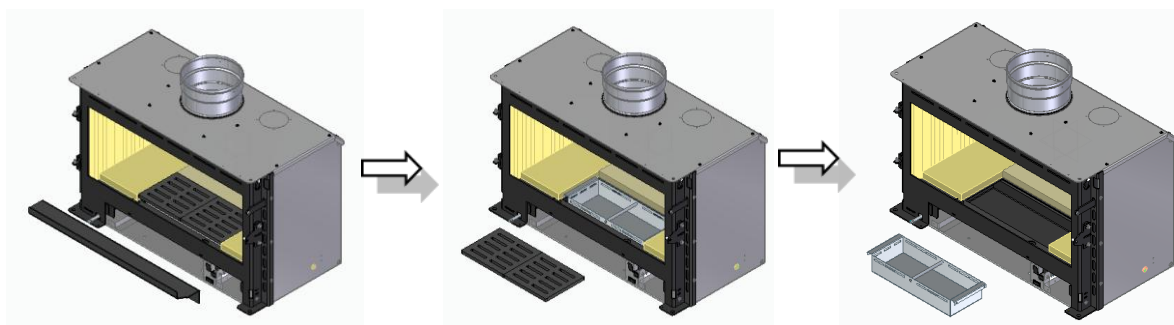

Figura 44 – Retirada de accesorios
b. A continuación, retire el deflector de cenizas, el recipiente de cenizas y el cajón de cenizas, véase la Figura 44.